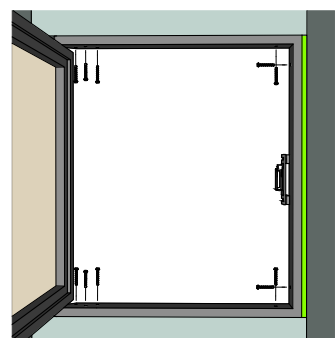

Рис. 14
3) Откройте створку люка и зафиксируйте раму люка к проёму крепежными элементами сверху, снизу, со стороны замка (Рис.14).